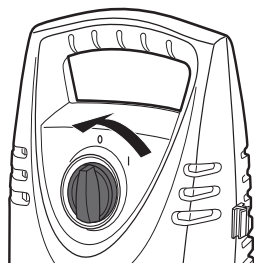

Fig. 18
- > Rode o interruptor de ligar/desligar (6) no sentido inverso ao dos ponteiros do relógio para a posição de desligado (“O”) para desligar o aparelho (Fig. 18).